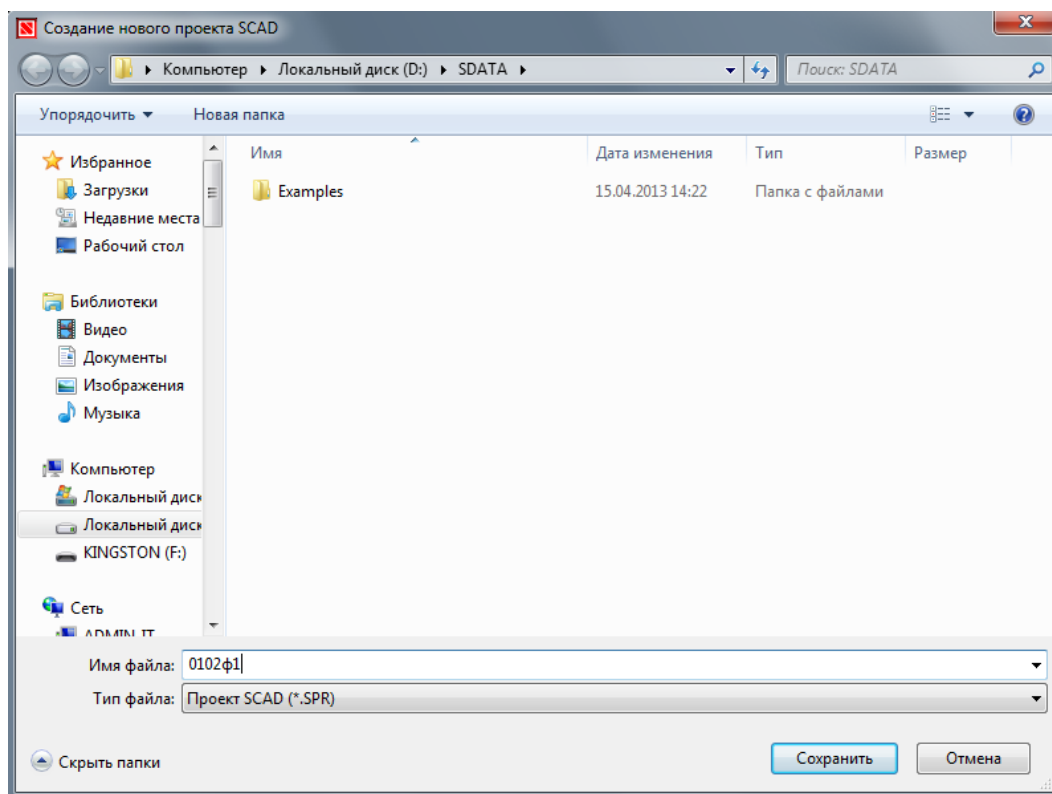

Рисунок 1.4 - Диалоговое окно для сохранения файла с новым проектом
3. Далее для сохранения введенных данных о новом проекте курсор в диалоговом окне подводится к кнопке ОК и нажимается левая кнопка мыши. На экране появится окно Создание нового проекта SCAD, где в поле Имя файла необходимо ввести имя файла, содержащего будущий проект SCAD и нажать кнопку Сохранить (рис. 1.4). При этом файл будет сохранен (по умолчанию) в папке SDATE на диске С.